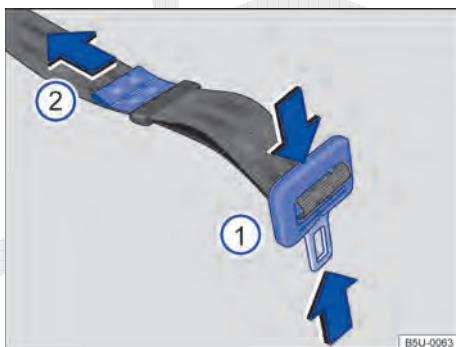

Fig. 53 Ajustar o cadarço do cinto de segurança subabdominal.
- Pressionar a lingueta na direção das setas ⇒ Fig. 53 ① e alongar totalmente o cinto de segurança.
- Apertar a lingueta contra o fecho do cinto de segurança e puxar a extremidade ⇒ Fig. 53 ② no sentido da seta, até atingir uma folga máxima de 5 cm (3 dedos) na região pélvica.